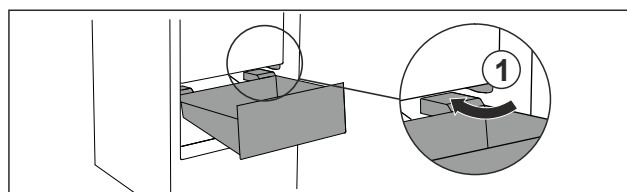

Fig. 93
- Guider le tiroir en biais en contournant les butées Fig. 93 (1).